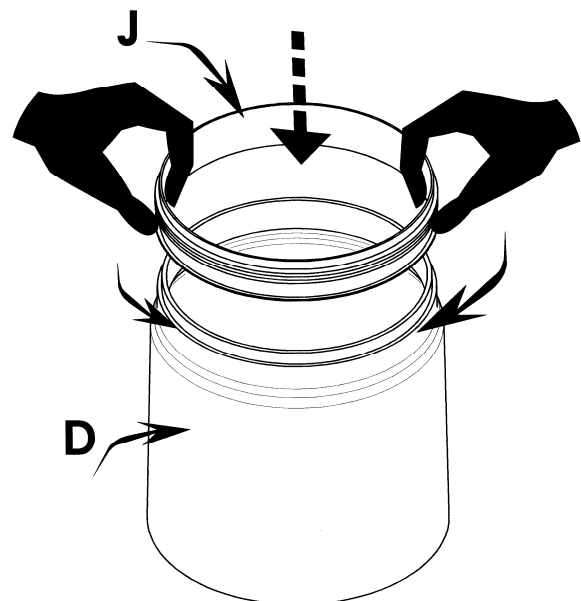

Figure 17
16°. -Afin de procéder au montage du réservoir, une fois le joint caoutchouc (J) du réservoir (D) en place, humidifier celui-ci extérieurement pour faciliter le montage (Fig.17).